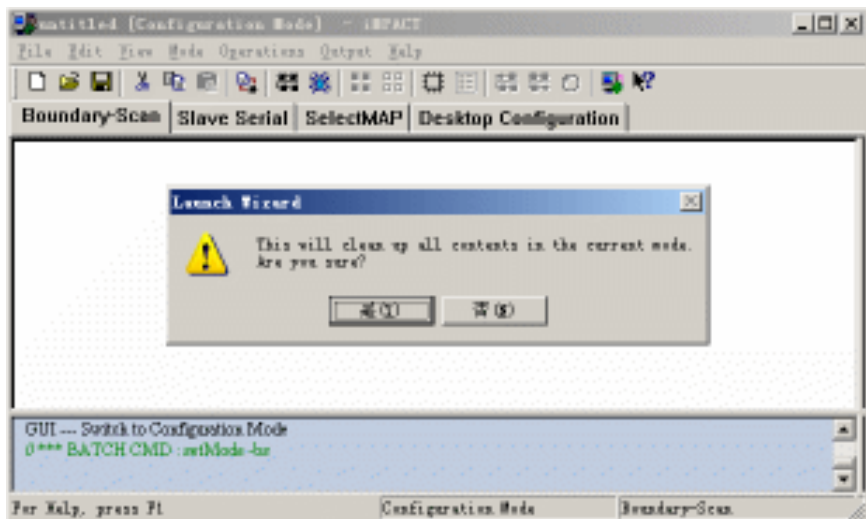

图7-23 提示清除当前内容
2. 在配置模式下选择【Edit】/【Launch Wizard】命令，iMPACT 提示将清除当前模式中的内容，如图 7-23 所示，单击 按钮后，iMPACT 提示把之前的工作保存在 CDF 文件中，设计者可以根据需要选择。